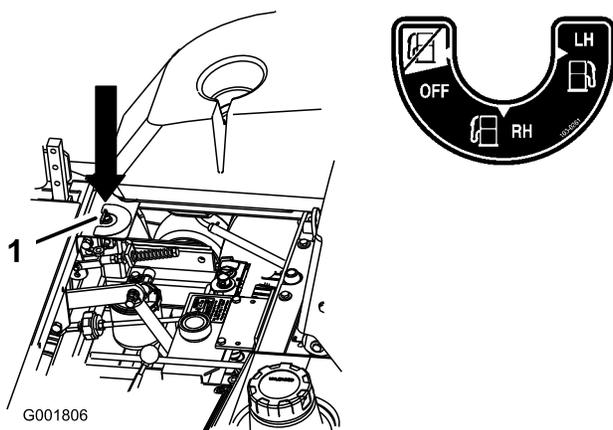

Figure 5
La machine possède deux réservoirs de carburant : un à gauche et un à droite. Chaque réservoir est raccordé au sélecteur d'où part une conduite d'alimentation commune reliée au moteur (Figure 5).
de carburant droit, tournez le sélecteur vers la droite (RH) (Figure 5).